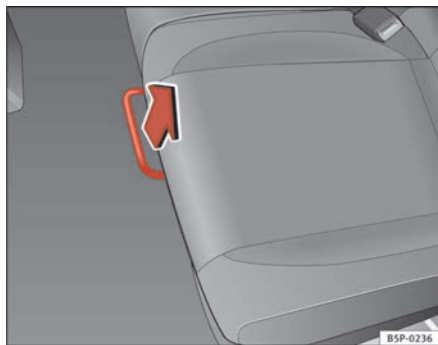

Abb. 97 Entriegelungsstange für den Rücksitz
- Entriegeln Sie den Hebel in sitzender Position in Richtung des Pfeils ⇒ **Abb. 97**.